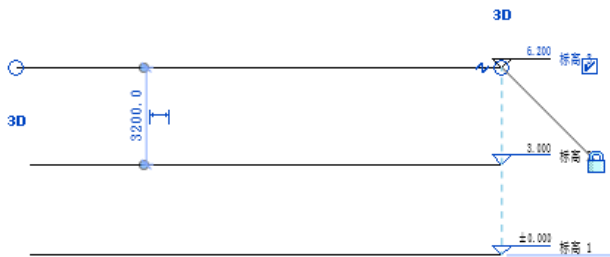

图 4-5 锁定对齐
(5) 通过水平移动鼠标指针绘制标高线，直到捕捉到另一侧标头时，单击鼠标左键确定标高线的终点。
(6) 选择与其他标高线对齐的标高线时，将会出现一个锁形图标以显示对齐，如图4-5所示。如果水平移动标高线，则全部对齐的标高线都会随之移动。